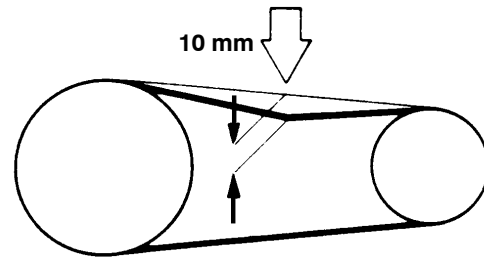

Abb. 40 Prüfen der Keilriemenspannung
- Die Keilriemenspannung ist korrekt, wenn sich der Keilriemen mit starker Daumenkraft zwischen den Riemenscheiben **10 mm** durchdrücken läßt (Abb. 40). Für exakte Justierung empfehlen wir unser Keilriemen-Vorspannungsmeßgerät, Best.-Nr. N25238.